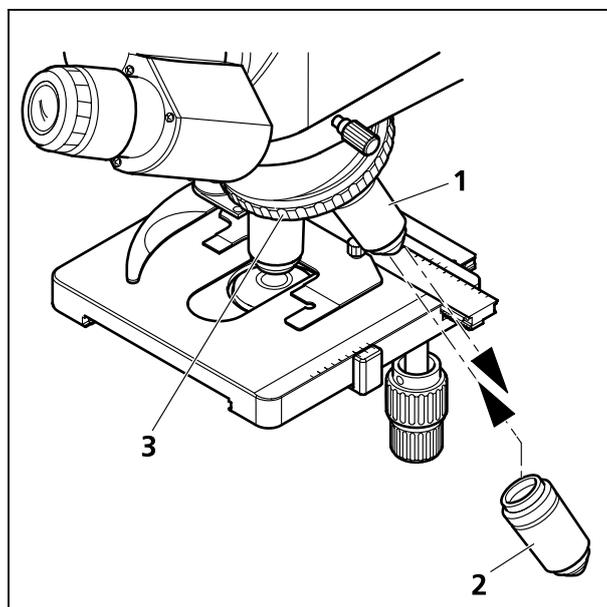

图14 更换物镜
- 通过转动物镜转换器(图 14/3) 把要换下的物镜(图 14/1) 转到侧位。
- 把要换上的物镜(图 14/2) 插入物镜转换器，旋紧到底。